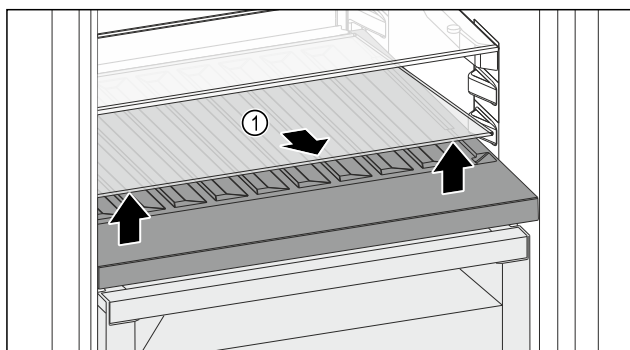

Fig. 123
- Glasplaat Fig. 123 (1) bij de uitsparing aan de voorzijde optillen en verwijderen.
- Glasplaat Fig. 123 (1) goed bewaren buiten het apparaat.